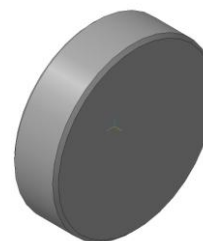

Рис.2
8. Вызовите команду **Фаска**  и постройте на обоих ребрах цилиндра фаску размером **4x45°**. Результат показан на рис.2.